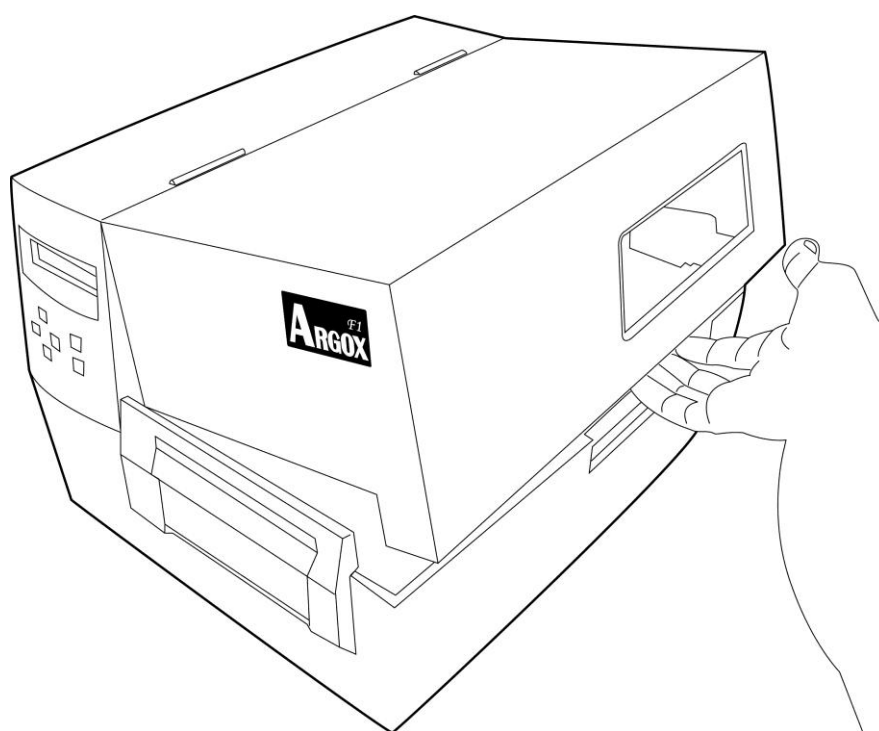

Figura 1
62. Levante a tampa superior e a porta de acesso frontal para abrir o compartimento de mídia (Figura 1).